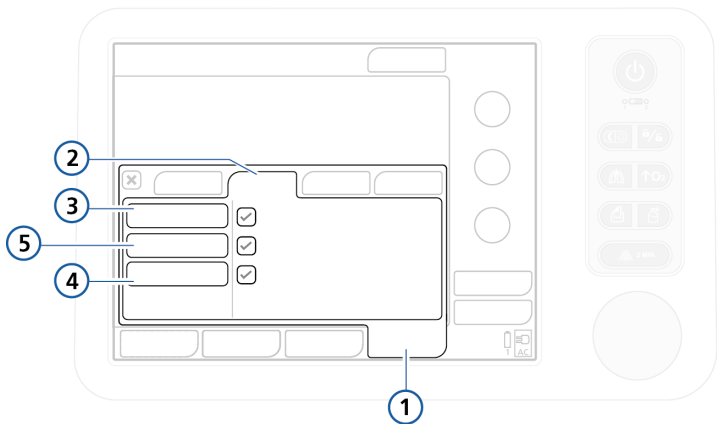

图 3-2. “测试与校正”窗口
2. 从**测试与校正**窗口激活**密闭性测试**（图 3-2）。
2. 从**测试与校正**窗口激活**流量传感器测试**（图 3-2）。